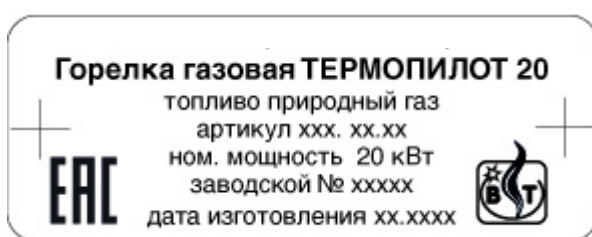

Рисунок 3 – Шильдик горелки ТЕРМОПИЛОТ 20
2.3.3 Конструктивное исполнение, номинальную мощность, вид газа и дату изготовления смотреть на шильдике прибора, представленном на рис. 3.